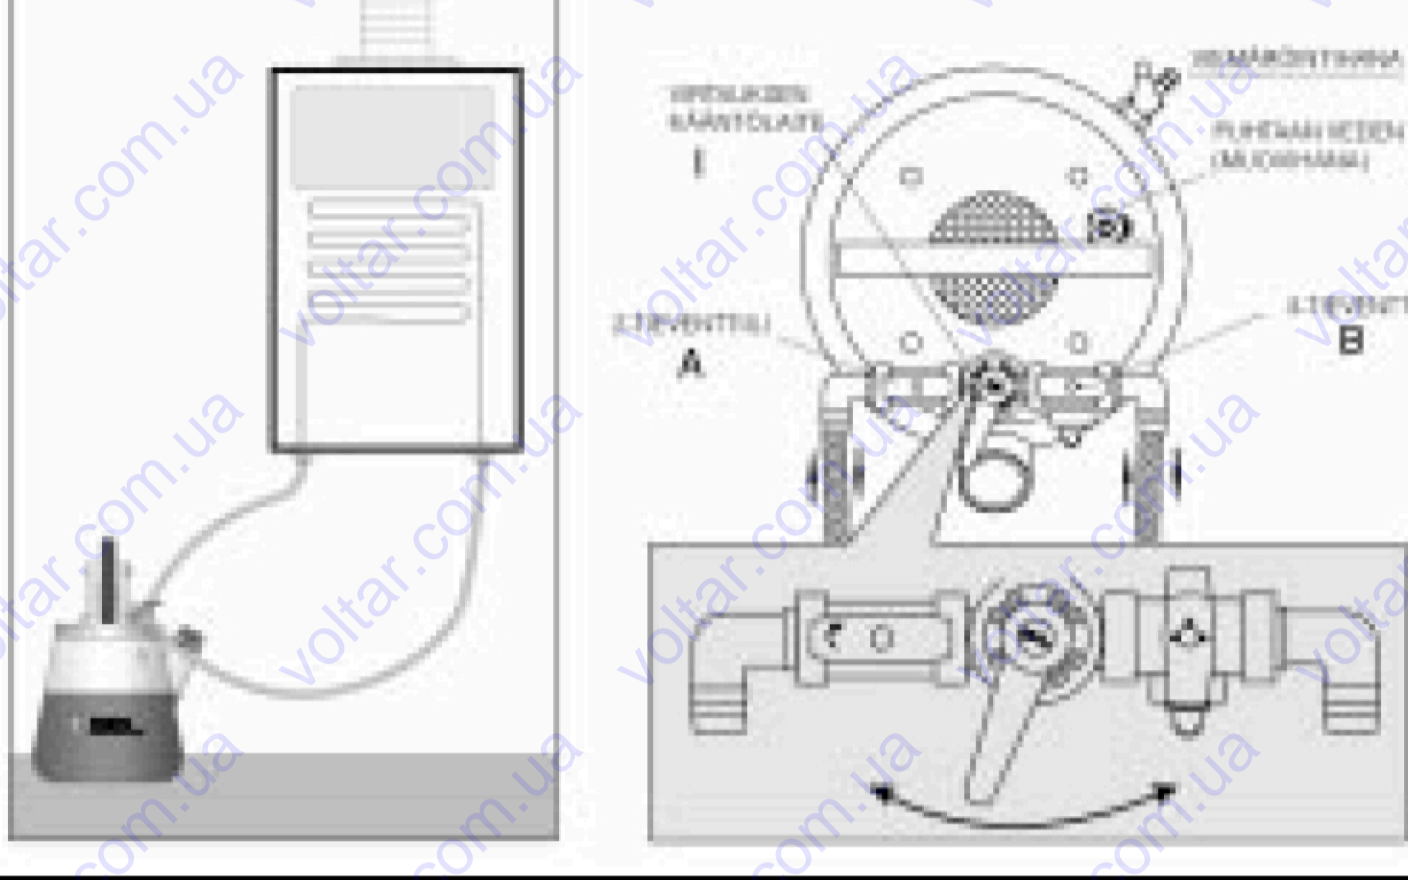

Fig. 1
Заполните резервуар жидкостью для очистки от извести до уровня, который находится между самым низким и самым высоким значением («MIN» и «MAX»). Прикрепите шланги к очищаемому оборудованию и вставьте штекер в сеть 220V/50Hz, откройте крышку (чтобы выпустить образовавшийся газ), приведите двойной (A) и тройной (B) клапан в соответствующее положение (см. рис. 1), закройте приток чистой воды и включите насос.